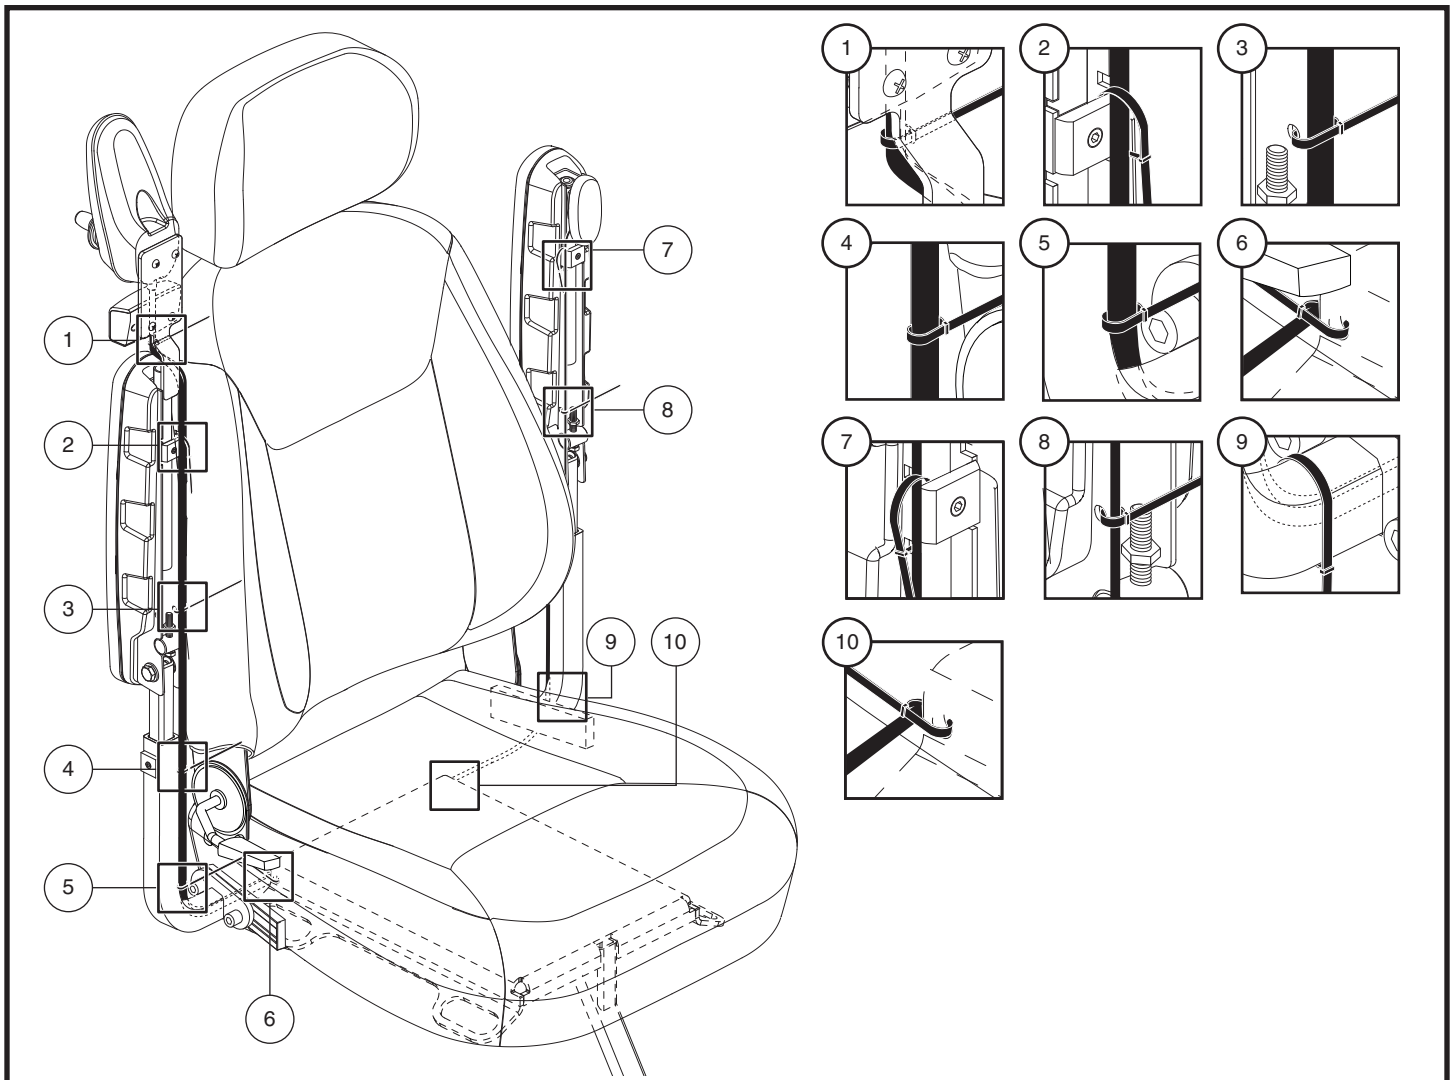

Figure 10. Acheminement du faisceau du contrôleur
17. Fixez les faisceaux sur l'accoudoir avec les attaches fournies comme indiqué dans la **figure 10**.
19. Fixez les faisceaux le long du récepteur de l'accoudoir et de la plaque du siège avec les attaches fournies comme indiqué dans la **figure 10**.
MISE EN GARDE! Assurez-vous que tous les faisceaux sont correctement acheminés comme indiqué dans la figure 10. Un acheminement incorrect peut causer des dommages à l'interrupteur du dispositif d'éclairage, au contrôleur ou à d'autres composants électriques.
2. Pour les emplacements 1 à 10, serrez les attaches en place en fonction de l'acheminement approprié du faisceau comme indiqué dans la figure 10.
9. Faites passer le câble du contrôleur le long du cadre du siège et fixez-le avec des attaches pour fil. **Voir la figure 10.**